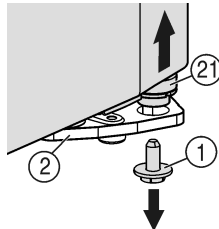
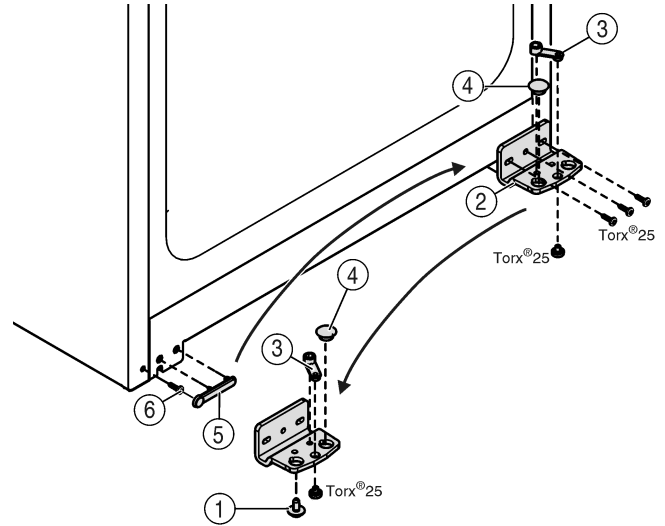

Fig. 5
Fig. 6
- ▶ Apačioje dešinėje iš atraminės gembės išsukite fiksavimo varžtą Fig. 5 (1).
- ▷ Atraminis varžtas Fig. 5 (21) atsilaisvina iš atraminės gembės Fig. 6 (2).
- ▶ Jeigu atraminis varžtas Fig. 5 (21) neatsilaisvins, tuomet varžtą išspauskite iš apačios.
- ▶ Atsukite atraminę gembę Fig. 6 (2).
- ▶ Atsukite atraminę detalę Fig. 6 (3) ir perkeltkite į priešingoje atraminės gembės pusėje esančią tvirtinimo angą bei vėl priveržkite.
- ▶ Ištraukite kaištį Fig. 6 (4) atraminės gembės ir perkeltkite į priešais esančią atraminės gembės tvirtinimo angą.
- ▶ Rankenos pusėje atsargiai nukelkite dengiamąją plokštelę Fig. 6 (5).
- ▶ Išsukite varžtą Fig. 6 (6) ir jį vėl įsukite kitoje pusėje.
- ▶ Vėl uždėkite dengiamąją plokštelę Fig. 6 (5).
- ▶ Atraminę gembę Fig. 6 (2) kitoje lanksto pusėje priveržkite **tvirtai (su 4 Nm)**, jei reikia, akumuliatoriniu atsuktuvu.
- ▶ Fiksavimo varžtą Fig. 5 (1) įsukite apačioje į atraminį varžtą ir priveržkite (su 4 Nm).